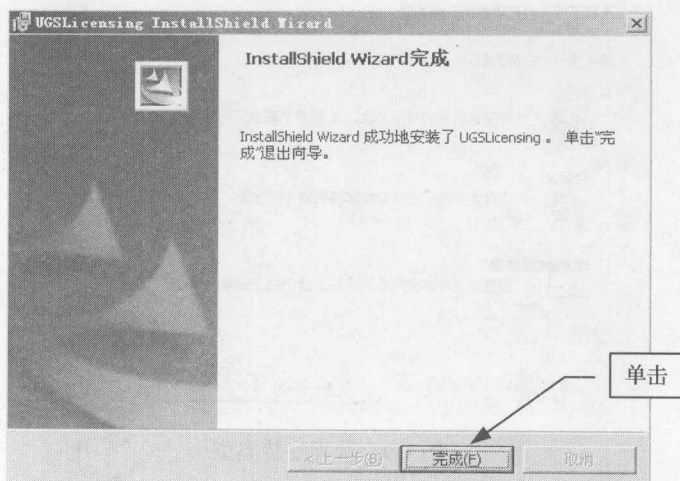

图 1-7 完成许可证安装
9. 当安装完成后, 单击对话框中的 **完成(F)** 按钮, 如图 1-7 所示。